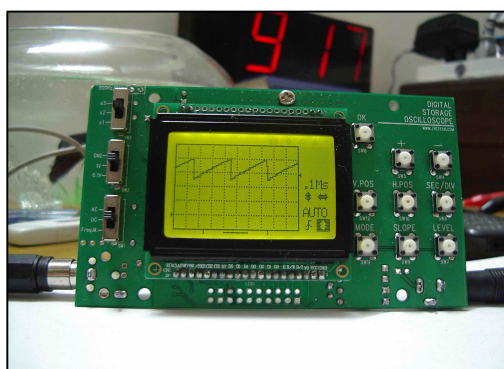

图 5
- 3) 接通电源，示波器屏幕上应看到类似于图 5 的波形。